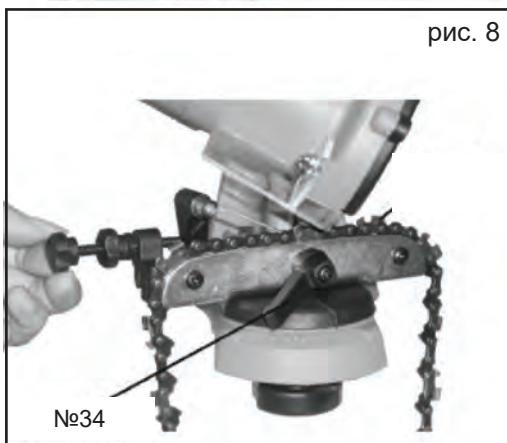

рис. 8
8. Зафиксируйте цепь в пластине держателя (№31), повернув рукоятку (№34), рис. 8. Рукоятка (№34) должна быть расположена таким образом, чтобы Вы могли ее легко ослабить и затянуть. Вам необходимо ослаблять ее каждый раз при перемещении к следующему звену и затягивать - при заточке каждого звена.
9. Если цепь постоянно затачивалась, то, возможно, потребуется снять ограничительные устройства глубины цепи с помощью плоского остроносого напильника (не входит в комплект), рис. 8 и 9. Обработайте напильником каждое устройство, так чтобы оно находилось на уровне более низком, чем зубцы.